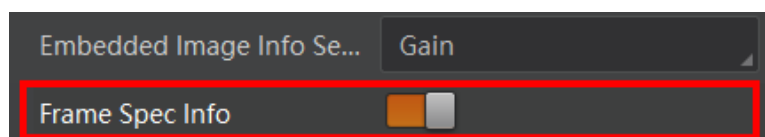

图8-3 启用 *Frame Spec Info* 参数
2. 启用 *Frame Spec Info* 参数，即可嵌入相应信息，如图 8-3 所示。